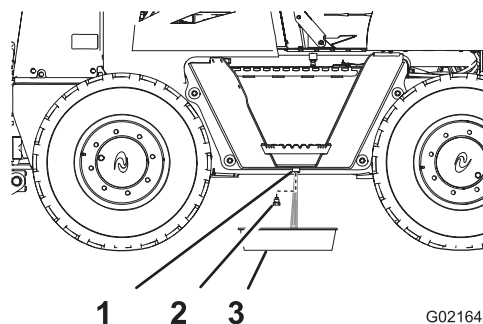

Figure 54
2. Dévissez le bouchon de vidange du réservoir de carburant et vidangez l'eau (Figure 54).
3. Lorsque le carburant qui s'écoule est propre, remettez le bouchon de vidange et serrez-le solidement (Figure 54).